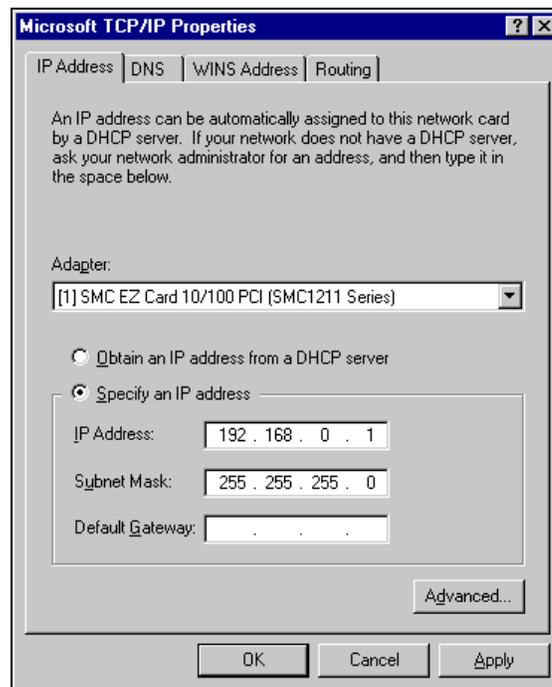

Figure 11. Boîte de dialogue Microsoft 'Propriétés TCP/IP'
- a. Sélectionnez 'TCP/IP Protocol' dans l'onglet 'Protocols' et cliquez sur 'Properties' (Propriétés). La boîte de dialogue Microsoft 'TCP/IP Properties' (Propriétés TCP/IP) s'ouvre (Figure 11) :